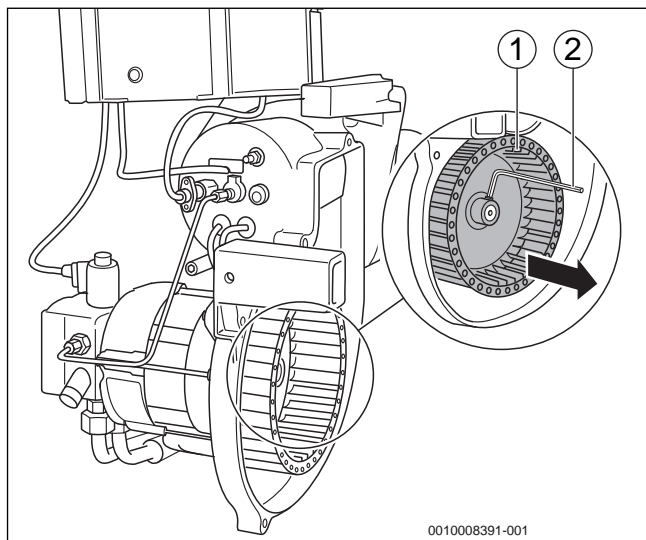

Рис. 33 Проверка и чистка крыльчатки вентилятора
- ▶ Ослабьте крепление крыльчатки вентилятора (→рис. 33, [1]) шестигранным ключом (→рис. 33, [2]) и снимите её с вала.
- ▶ Смонтируйте крыльчатку вентилятора (→рис. 33, [1]).